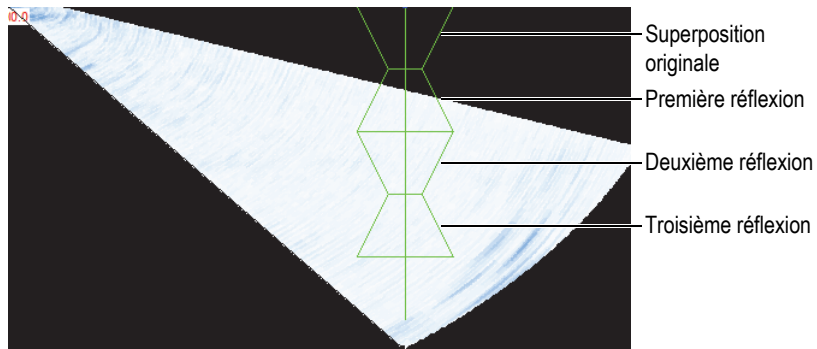

Figure 4-28 Superposition de soudure incluant trois réflexions
- La superposition de soudure s'affiche dans la vue (Figure 4-28 à la page 132).